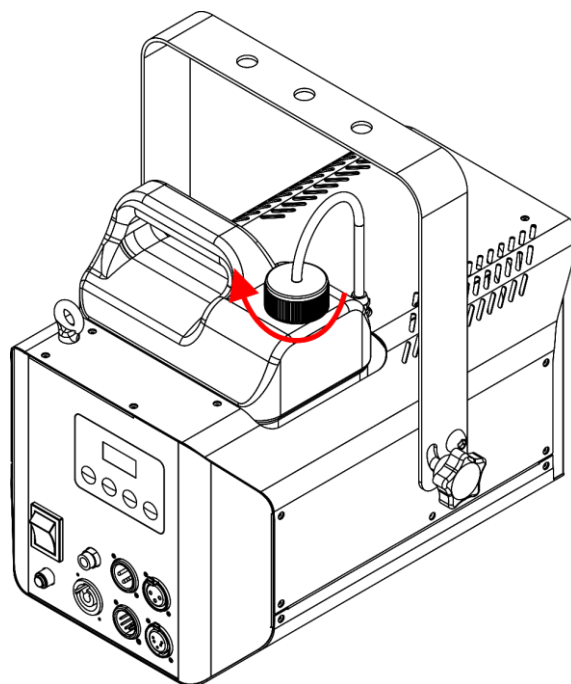

Fig. 19
- 08) Revissez le bouchon sur le réservoir de liquide, comme indiqué sur la Fig. 19.